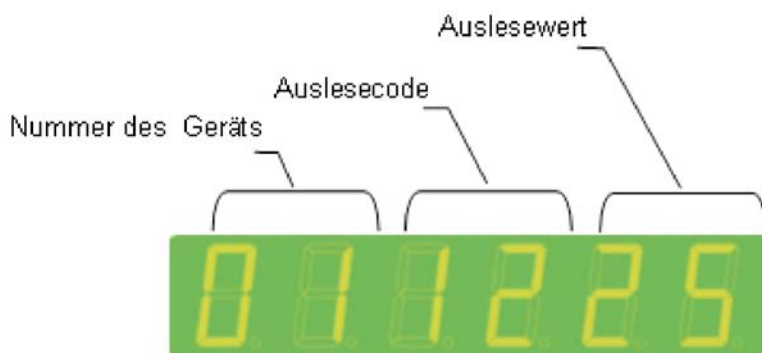

Abb. 15: Display ROOFTOP 3000/ROOFTOP 3000 WRG
- Stellen Sie nun die Drosselklappe (im Zuluftkanal) ein, bis auf dem Display ein Auslesewert von 25 erscheint (s. Abbildung 15).